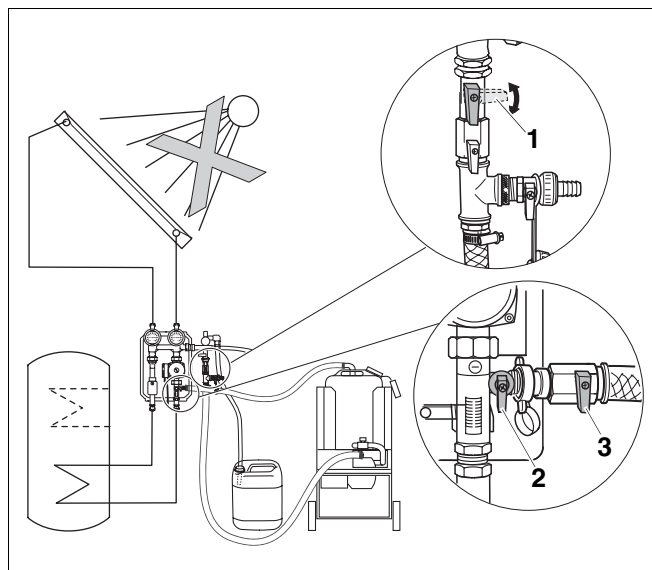

Abb. 16 FE-Hähne schließen und öffnen
- ▶ Schließen Sie den FE-Hahn (Abb. 16, **Pos. 1**) an der Sicherheitsgruppe und den FE-Hahn (Abb. 16, **Pos. 2**) am Durchflussmengeneinsteller sowie am Rücklaufschlauch (Abb. 16, **Pos. 3**).
- ▶ Öffnen Sie langsam den FE-Hahn (Abb. 16, **Pos. 1**) an der Sicherheitsgruppe, bis der notwendige Betriebsdruck der Solaranlage erreicht ist (siehe Installationsanleitung der Solarstation).
- ▶ Schließen Sie direkt danach den FE-Hahn (Abb. 16, **Pos. 1**).